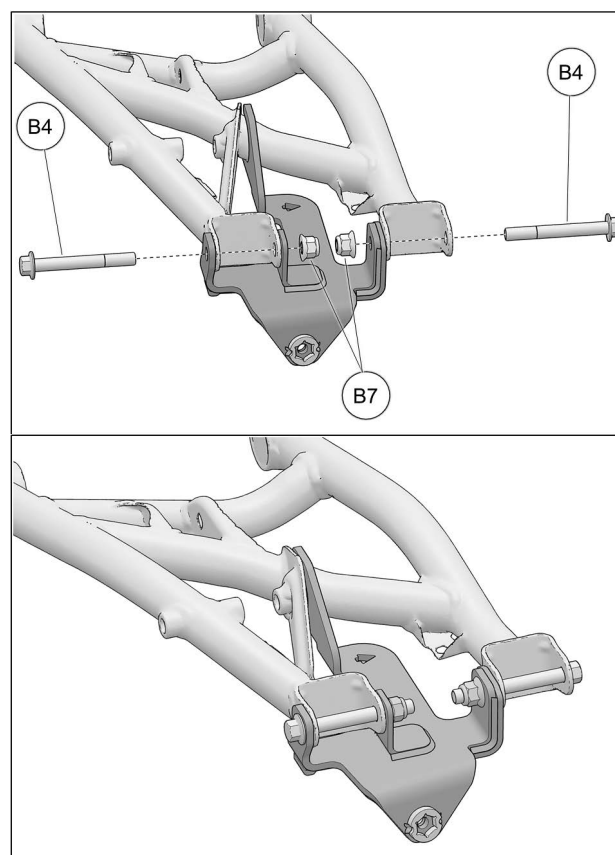

Fig. 7
7. Insérer les nouveaux boulons M12x100mm (B4) à travers l'ancrage, le bras de suspension inférieur et le moyeu de roue. Fixer l'assemblage en utilisant les nouveaux écrous M12 (B7) fournis. Serrer les boulons à 125 Nm [92 lb•pi]. Voir la Fig. 7